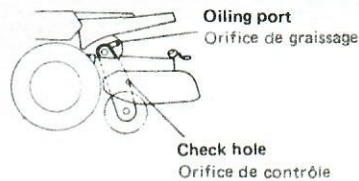

Fig. 2-2
- (3) Supply gear oil SAE90 through the oiling port on the top of chain case of rotary until it starts to flow from the check hole. (See Fig. 2-2).
- (3) Verser de l'huile d'engrenage SAE90 par l'orifice de graissage sur le dessus du carter de chaîne de la fraise jusqu'à ce qu'elle ressorte par l'orifice de contrôle. (Voir Fig. 2-2)